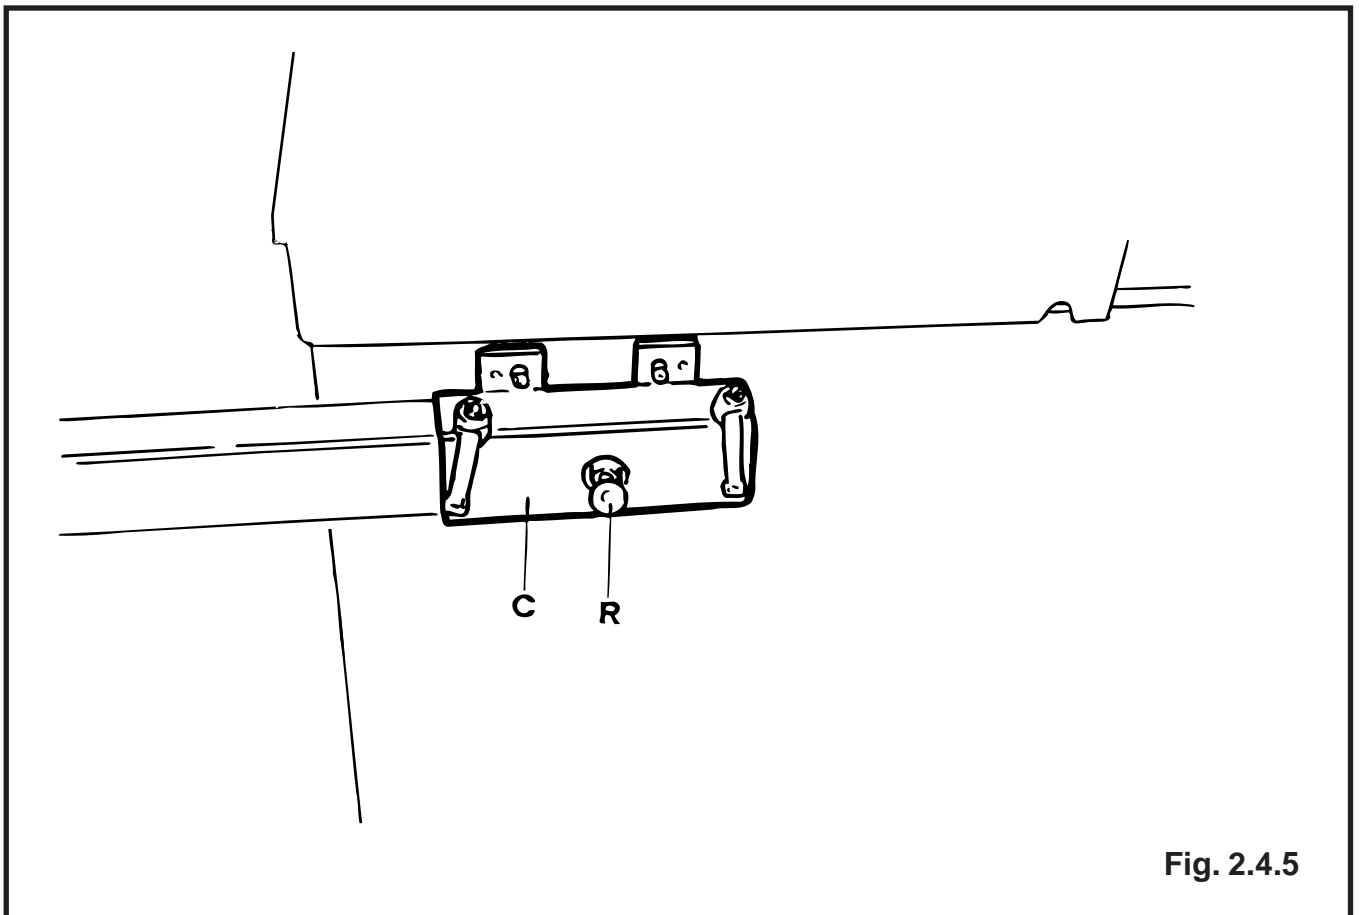

Fig. 2.4.5
Questa prolunga A, al piano di lavoro, va posizionata fig. 2.4.5 con l'aiuto di viti B nei fori del piano. Serve a supportare i legni in "uscita" dalla sega.
This extension (A) on the worktable should be fixed into place by using the screws on table itself, as illustrated in fig. 2.4.5. This extension is used to receive the outgoing workpiece.
Si installa il braccio della protezione sul fianco sinistro del basamento della macchina nell'apposito tubolare C fig. 2.4.5.
The arm of the guard is fitted on the left-hand side of the machine base into the section provided (C, fig. 2.4.5).
Se instala el brazo de la protección en el lado izquierdo del bastidor de la máquina en el tubo correspondiente C fig. 2.4.5.